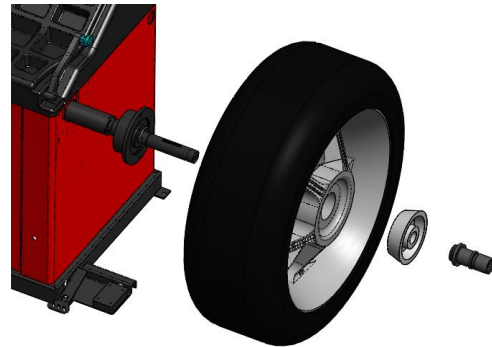

Abbildung 10-2
- b. Negative Positionierung (siehe Abbildung 10-2):